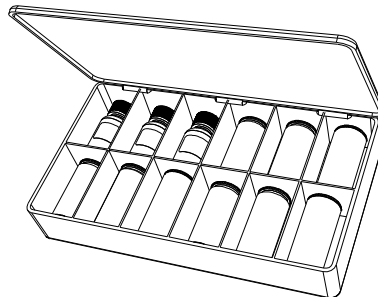

図 1-2 標準または測定範囲延長校正キット
- 標準校正キット（EvidentP/N: 86ACC-KIT [U8771068]）または拡張校正キット（EvidentP/N: 86ACC-ER-KIT [U8771069]）（27 ページ図 1-2 を参照）。あるいは、薄型湾曲プローブ校正キット（P/N: 86ACC-PR3-KIT [Q7800005]）